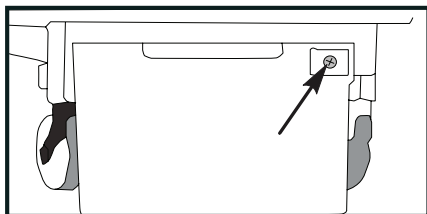

Imagen 2: Frente del PowerPod™
- Afloje el tornillo de fijación y quite cualquier sello de seguridad (si está presente) de la parte delantera del cajón del PowerPod™ (consulte **Imagen 2**).